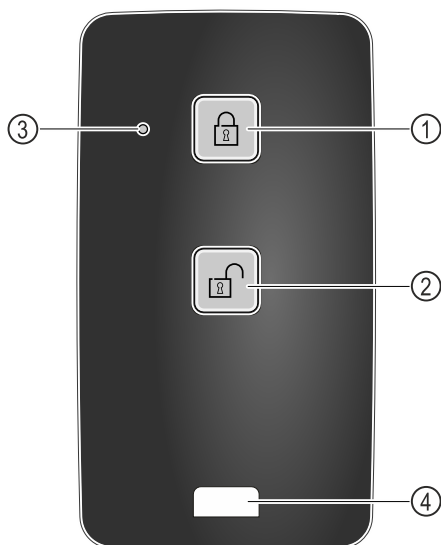

Fig. 219
- (1) Låse låsen
- (2) Låse opp låsen
- (3) Statuslysdioder
- (4) Festering
- Trykk på knappen Fig. 219 (1) på fjernkontrollen.
- Trykk på knappen Fig. 219 (2) på fjernkontrollen.
- Statuslysdioden Fig. 219 (3) gir en visuell tilbakemelding når en knapp trykkes.
- Ring Fig. 219 (4) for feste av fjernkontrollen, for eksempel på en nøkkelring.